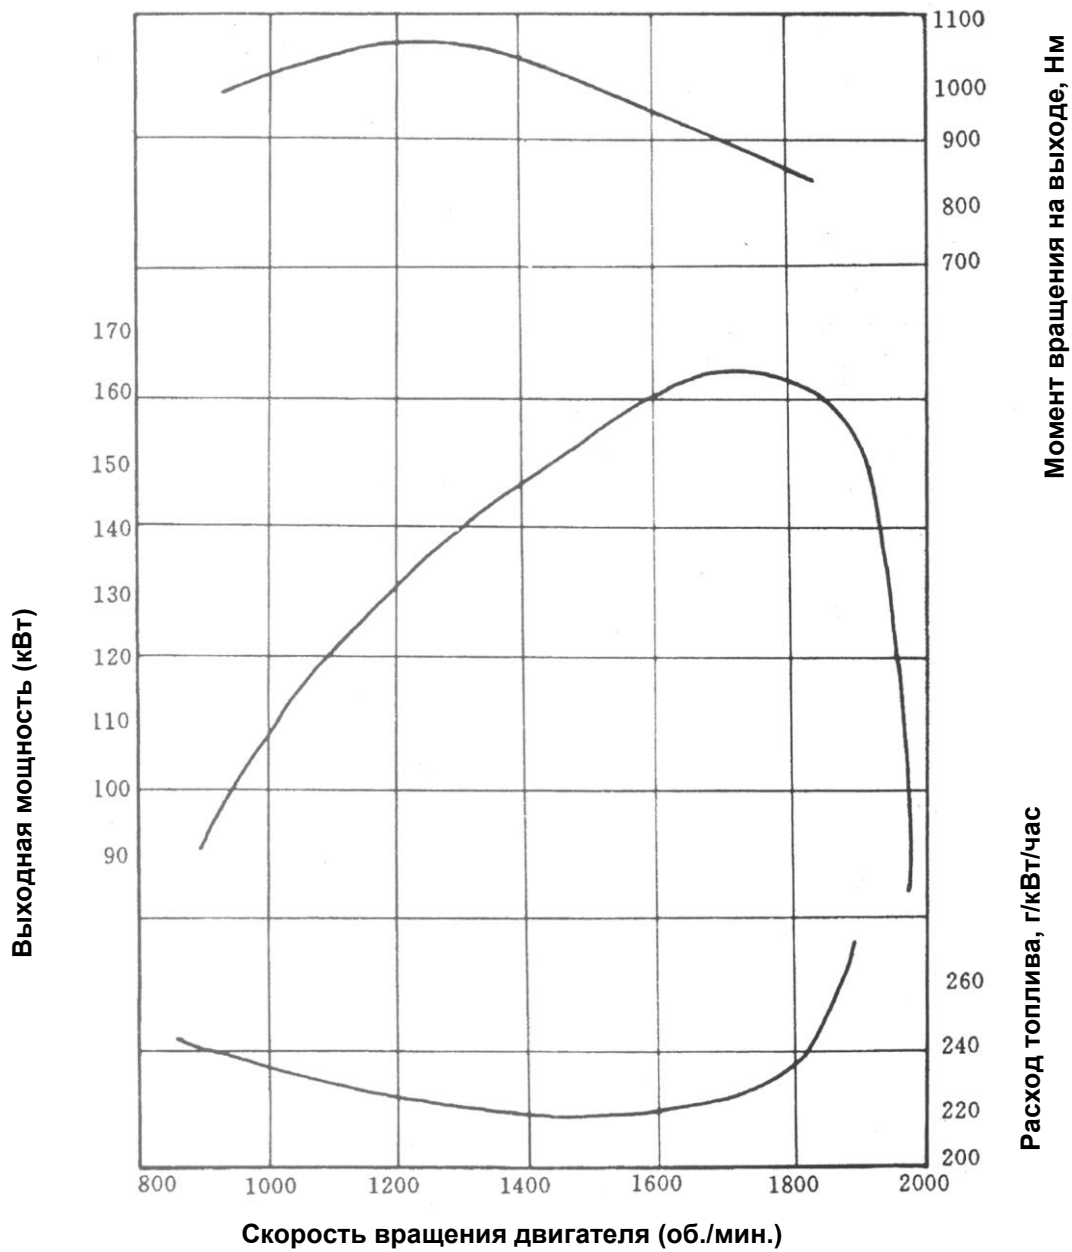

Рис. 5-4.
3. Характеристика производительности (см. рис. 5-4).